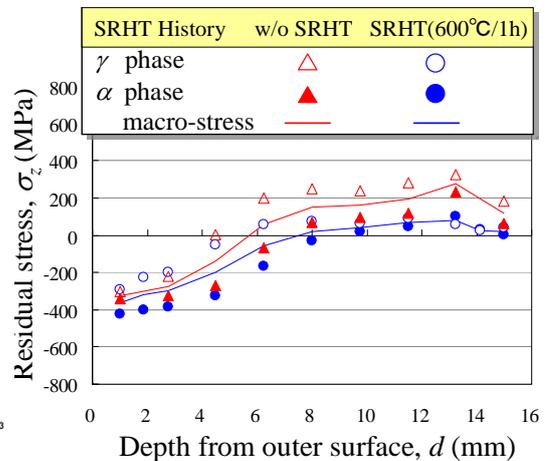

図 6 SRHT 前後の応力分布 (軸方向)
② 上述の a_0 を用いて, リング試験体の内部応力を測定した. 図 6 に代表結果を示す. SRHT(600°C/1h)により, 3 方向において, 応力緩和効果が確認されたが, 初期残留応力が高くないため, 緩和量は少ない.